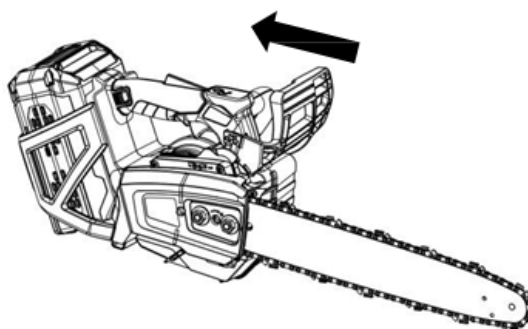

Fig 17
- Wenn der Handschutz ganz nach hinten gezogen wird, wird die Kettenbremse gelöst (Abb. 17).